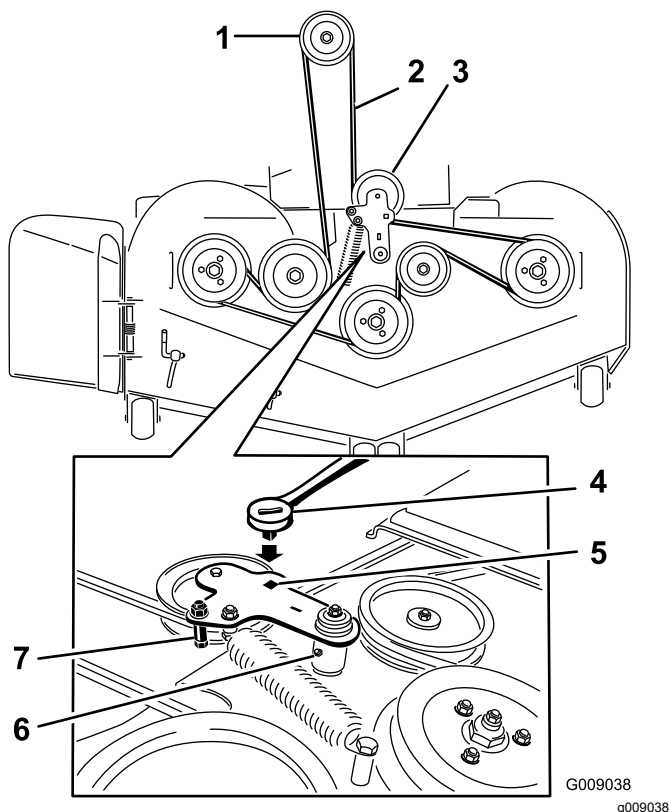

Figure 98
5. Insérez un rochet dans le trou carré du bras de la poulie de tension pour détendre le ressort de la poulie de tension (Figure 98).
7. Enlevez le guide-courroie situé sur le bras de la poulie de tension rappelé par ressort (Figure 98).
9. Acheminez la courroie neuve autour des poulies du tablier de coupe et de la poulie d'embrayage, sous le moteur (Figure 98).
10. Montez le guide-courroie sur le bras de la poulie tension (Figure 98).
11. Insérez le rochet dans le trou carré et montez le ressort de la poulie de tension (Figure 98).